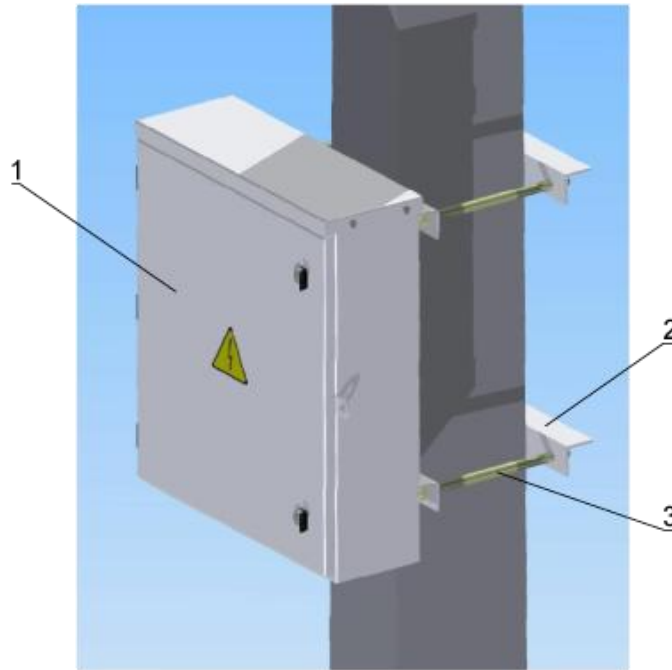

Рис. 8 – Монтаж ШУ на опоре
1. Установить шкаф ШУ (поз. 1 рис. 8) на проектной высоте и закрепить его с помощью двух крепежных уголков (поз. 2 рис. 8) и четырех шпилек (поз. 3, рис. 8), входящих в монтажный комплект. Затяжка гаек должна производиться поочередно, без перекоса конструкции.